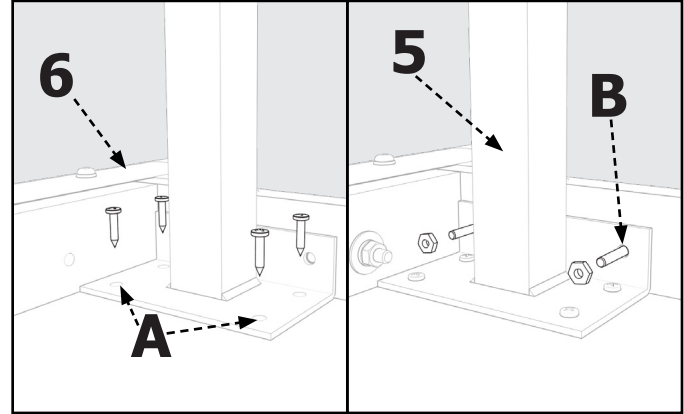

FIGURA 6
Sujete las patas de la mesa (5) a la mesa de extensión (6) como se muestra en la **Figura 6**.
1. Coloque la mesa de extensión (6) con las patas hacia arriba en el suelo o un banco.
2. Coloque la pata de la mesa (5) en la esquina de la mesa de extensión (6) como se muestra en la **Figura 6**.
3. Sujete la pata a la tabla de la mesa con tornillos n.º 8 de 3/4" para madera (n). Perfore un orificio de 1/4" a través de ambos orificios del soporte (A) y el faldón de la mesa. Sujete la pata al faldón de la mesa usando pernos de cabeza troncocónica 10-32 x 1-3/4" (m), arandelas planas de 7/32 x 1/2" (h) y tuercas hexagonales n.º 10 de 3/2" (k).